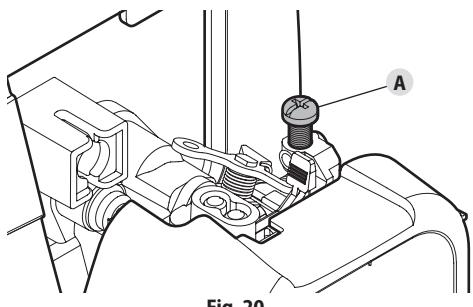

Fig. 20
- Si el motor se para, aumente la velocidad de ralentí. Use un destornillador Phillips pequeño para girar el tornillo de velocidad de ralentí (Fig. 20-A) en el sentido de las agujas del reloj, 1/8 de giro cada vez hasta que el motor funcione al ralentí de manera uniforme.